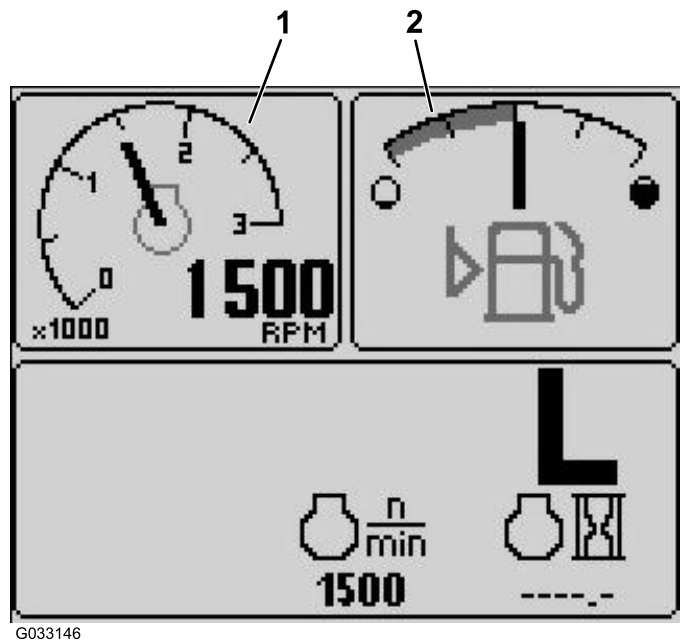

図 3
- タコメータ — 左上画面 (図 3)
- 燃料残量 — 右上画面 (図 3)
燃料タンクに残っている燃料の量を表示します **図 3**。
エンジンの作動速度を RPM で表示します **図 3**。